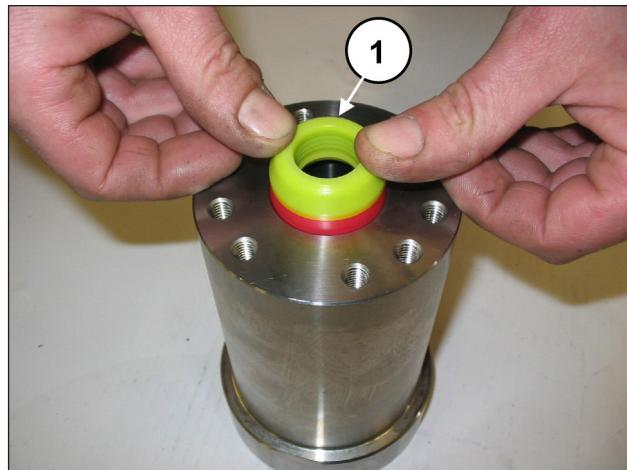
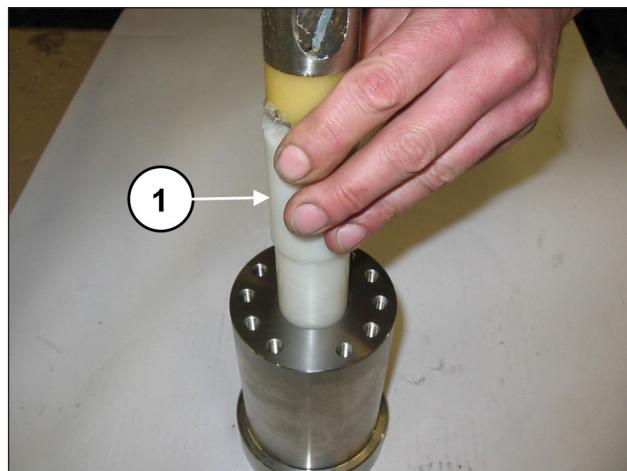
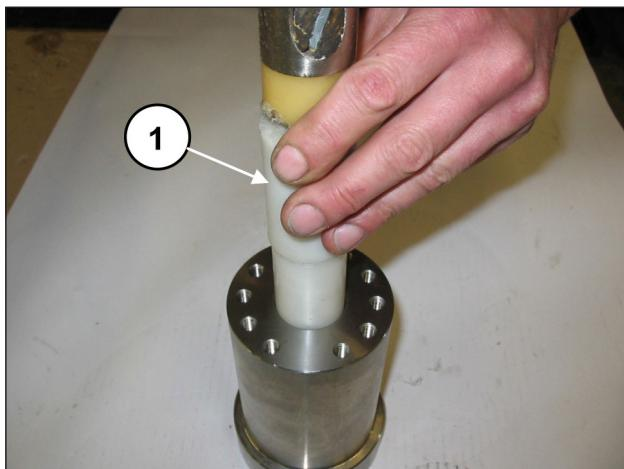

Fig. 118
Fig. 119
Fig. 117
Per un corretto posizionamento assiale della bussola utilizzare l'apposito attrezzo (cod. 27921100 per SM14, cod. 27921200 per SM16, cod. 27921300 per SM18, cod. 27911200 per SM20, cod. 27911400 per SM22 e cod. 27911500 per SM24) (pos. ①, Fig. 117 e Fig. 118).
Introdurre il pacco H.P. (alta pressione) (pos. ①, Fig. 118); data la leggera interferenza tra la tenuta e la camicia per evitare eventuali danneggiamenti si consiglia l'utilizzo dell'apposito attrezzo (cod. 27673200 per SM14, SM16 e SM18, cod. 27673300 per SM20, per SM22 e per SM24) (pos. ①, Fig. 119).